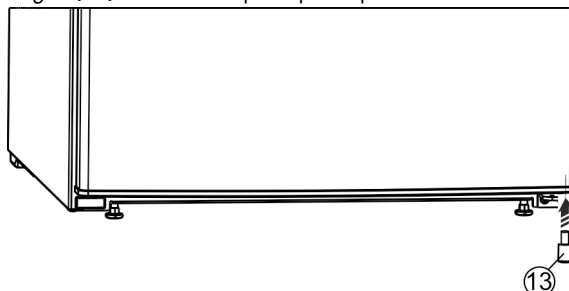

Fig. 9
- ▶ Razmačnik Fig. 9 (13) ponovno umetnite desno dolje u vrata jer je on važan za stabilnost uređaja.